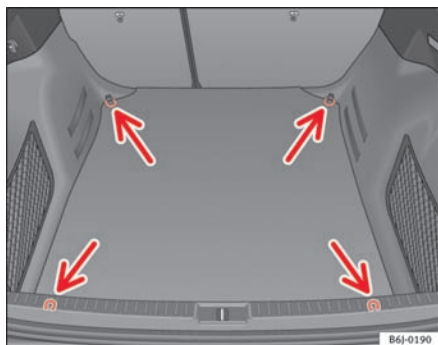

Fig. 88 Placering af øjer i bagagerummet
- Fastgør bagagen til øjerne ⇒ fig. 88 -pile-.